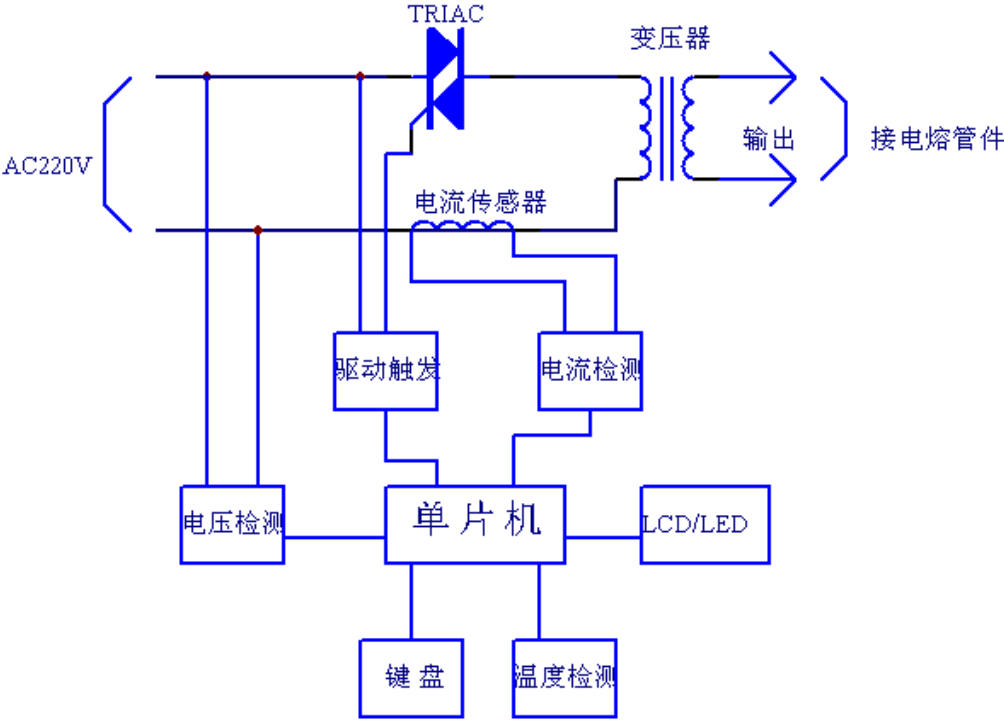

图 3-2 相控型电熔焊机的原理框图
只有 80%，不利于节能。(5) 输出电压精度低。由 (1) 式可知，输出电压 $U$ 与控制角 $\alpha$ 之间是一个复杂的非线性关系，给定一个 $U$ 值，要通过实时计算来求得 $\alpha$ 值非常困难，所以实际中都采用查表方法来实现。但这又出现一个新的问题，如将输出电压分辨率取 0.1V，在有些值域， $\alpha$  值将小得难以辨识。如将分辨率取得过大，输出电压精度又不够。所以折中起来，输出电压分辨率取 0.5V。这就是国外相控型电熔焊机的输出电压分辨率都取 0.5V的真正原因。严格讲，这个分辨率是比较低的。图 3-2 是相控型电熔焊机的原理框图。